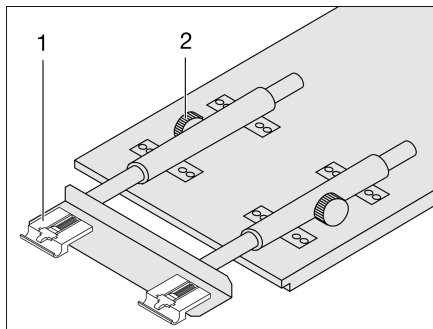

Bild 92 Förstora hängbordet
- Lossa de räfflade skruvarna (Bild 92,2).
- Lyft upp bordsskivan något framtill och dra ut till stoppläget. Bordsförlängningen (Bild 92,1) är helt utdragen.
- Lyft upp bordsskivan något framtill och dra till stoppläget. Bordsförlängningen (Bild 92,1) är helt indragen.